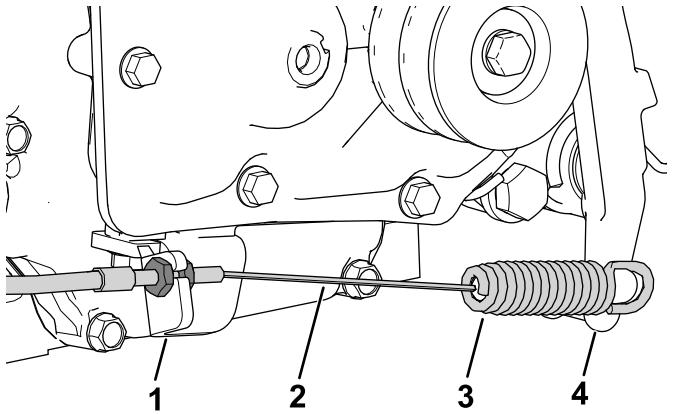

図 6
6. クラッチプレートにクラッチケーブルを取り付ける **図 6**。
- 11. クラッチケーブルのスプリングの端をクラッチレバーに取り付ける **図 6**。